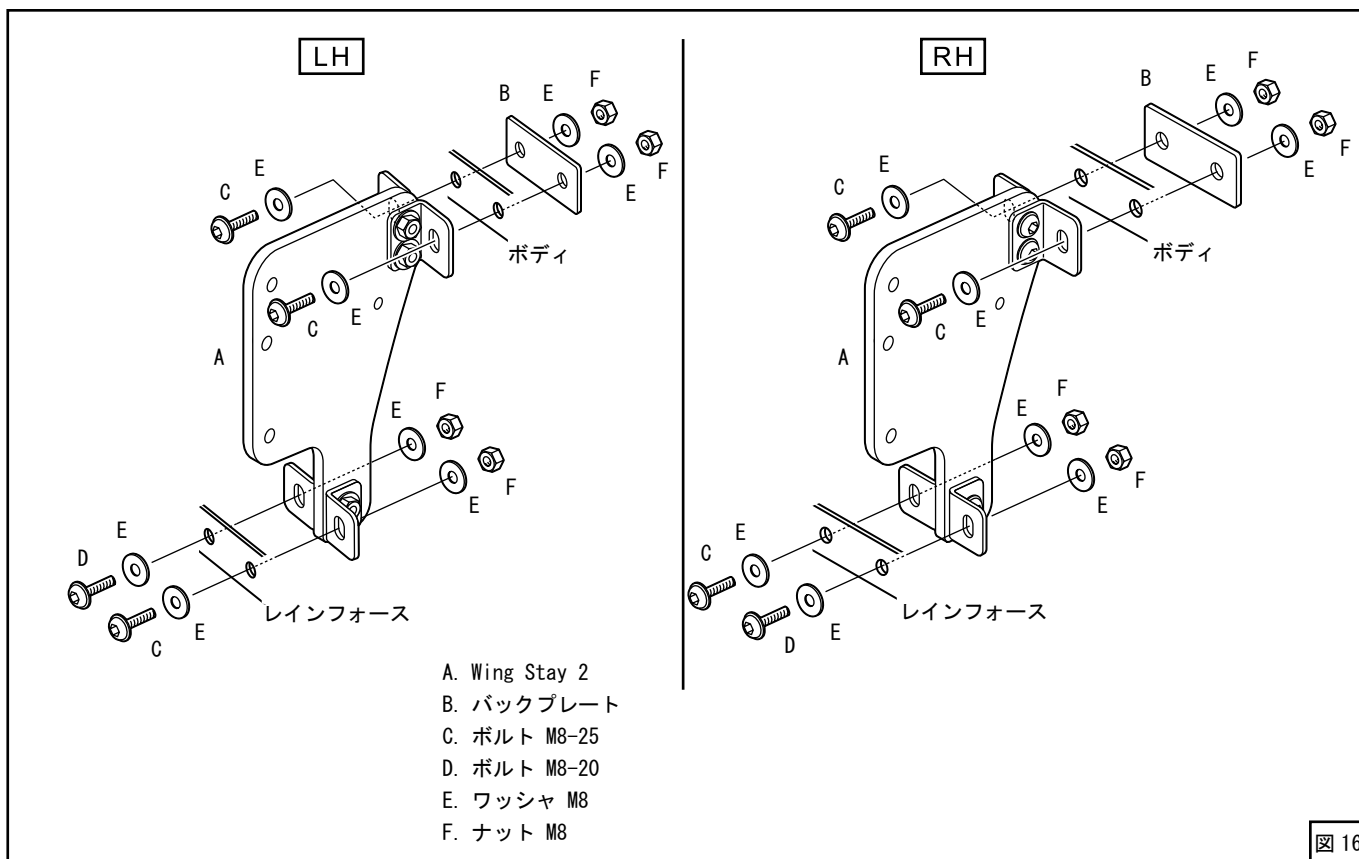
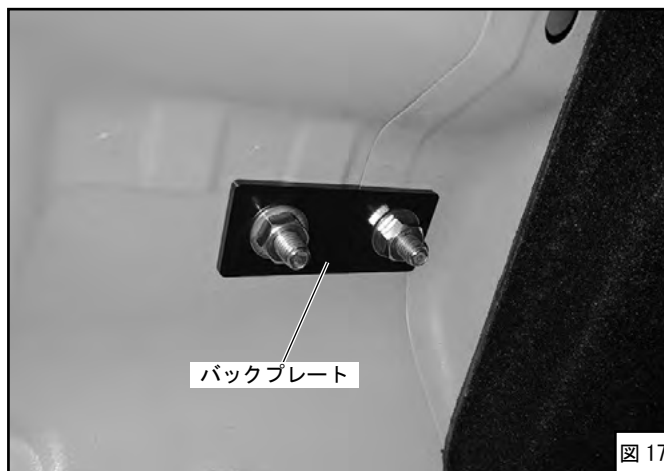
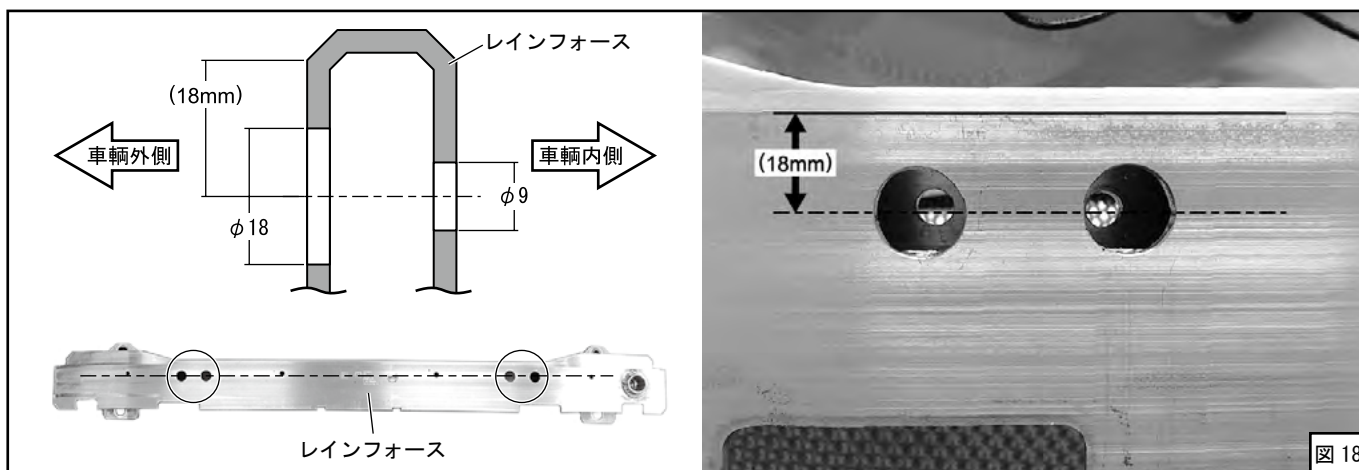

図 16
図 17
図 18
(図 16、図 17)
(11) レインフォースにL字ステー取付け用ボルト穴位置をマーキングしてください。
(12) レインフォースマーキング部にφ9取付け穴4箇所を開けてください。(図 18)
(13) レインフォースの車体外側にφ18サービホール4箇所を開けてください。(図 18)
(図 16、図 18)